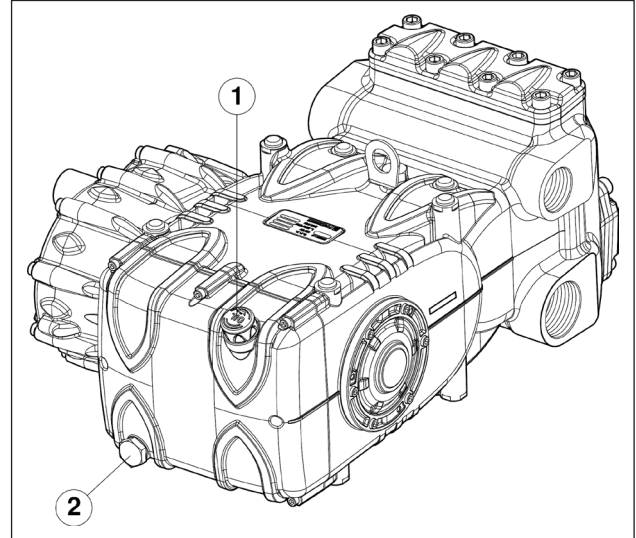

Fig. 3
Contrôler le niveau de l'huile à l'aide de la jauge rep. ①, Fig. 3 et faire l'appoint si nécessaire.
Pour contrôler le niveau d'huile, la pompe doit être à température ambiante ; pour la vidange de l'huile, la pompe doit être à température d'exercice. Retirer le bouchon rep. ②, Fig. 3.